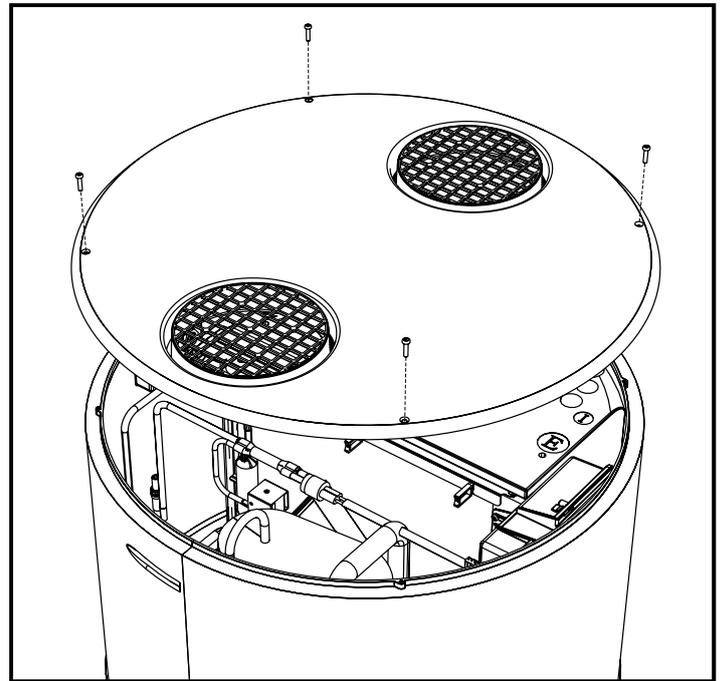

fig. 29- Remoção da tampa superior
- Remova a tampa superior, despertando primeiramente os parafusos de bloqueio (fig. 29).